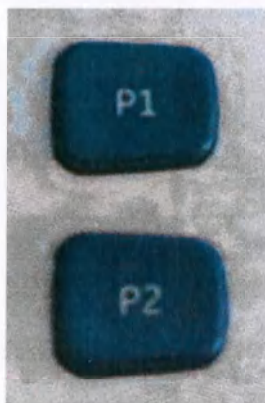

Рис. 12-1. Элементы управления печатью на панели управления
Управление принтером осуществляется с помощью клавиш **P1** или **P2** на панели управления (см. Рис. 12-1).
1. Нажмите клавишу **P1** или **P2** на панели управления (см. Рис. 12-1).